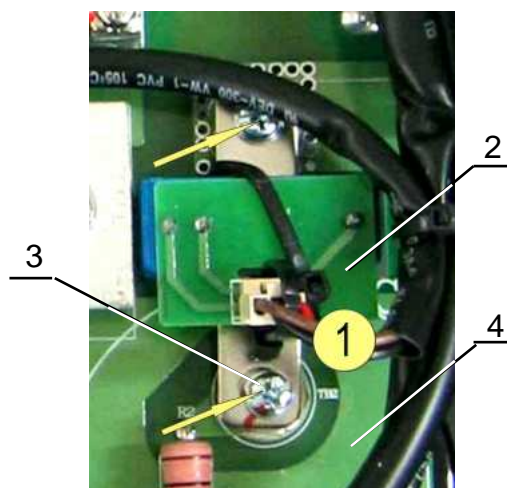

Рис. 7.18.
7.9.12. Взять плату датчика тока шины «+» с жгутом (табл.4.1, поз.15), установить плату над резьбовыми втулками. Вкрутить два винта 3 крепления платы датчика тока 2 к емкостной плате 4 (желтые стрелки на рис.7.18).